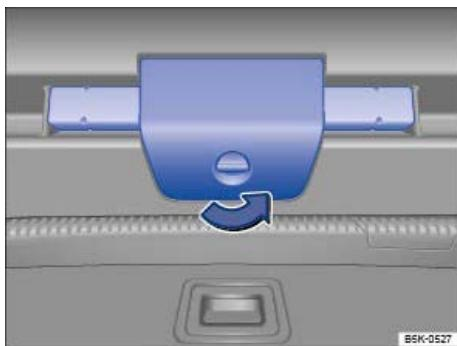

Abb. 284 Variant: In der Gepäckraumklappe: Halterung des Warndreiecks öffnen.
- Halterung des Warndreiecks öffnen und Warndreieck entnehmen ⇒ Abb. 284 .